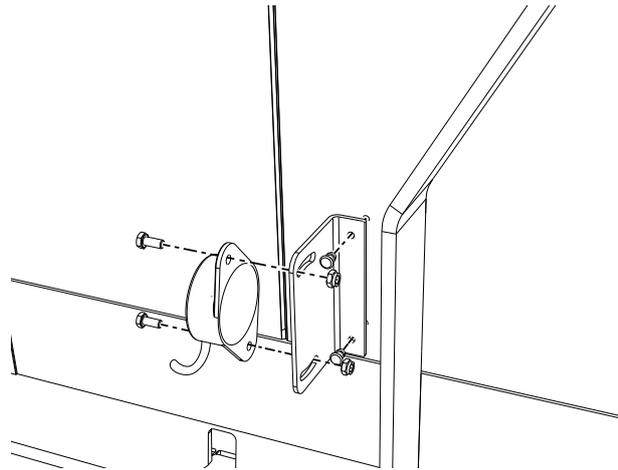

Abbildung 16. Montage von Halterung und Winkelsensor
Wenn der Lift mit Funksteuerung ausgestattet ist, muss der entsprechende Winkelsensor an der Plattform montiert werden, siehe Abbildung 16. Befestigung mit Art.-Nr. 53937TL verwenden (separat erhältlich).
2. Die Befestigung (Art.-Nr. 53937TL) mit den beiden mitgelieferten Blindnieten montieren, siehe Abbildung 16.